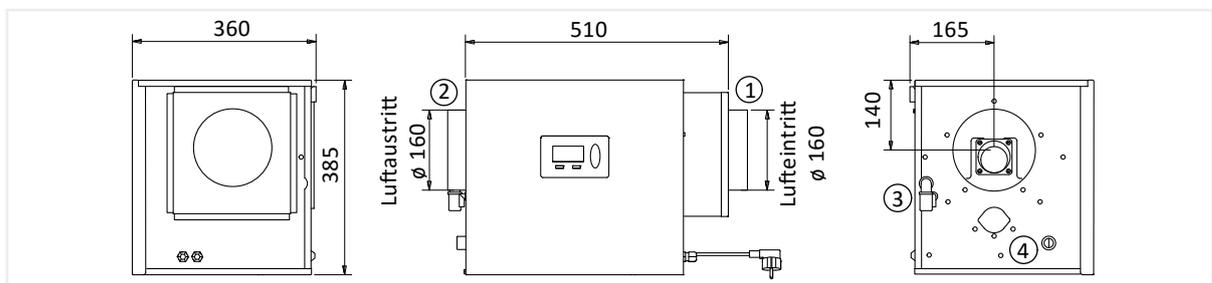

Abbildung 19: HUMO XC1 mit Elektroheizregister / Lufteintritt rechts
- **HUMO XC1 RE:** Lufteintritt rechts – mit Elektroheizregister (Abbildung 19 auf Seite 55)